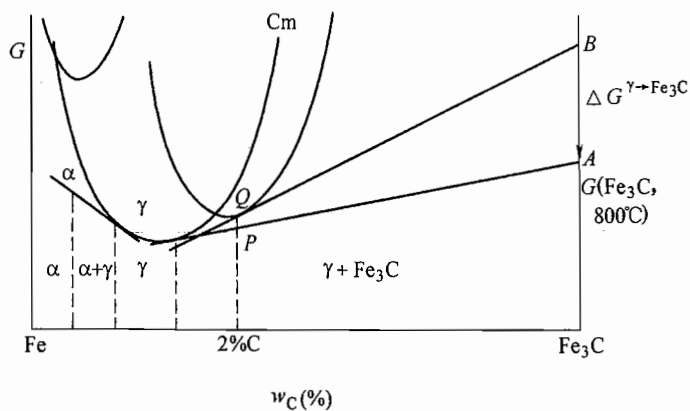

图 4-10 第十三题第 3 小题解答图
① 将有不平衡共晶组织出现, 可能发生共晶反应产生 Ld 。
② 得到的 P 其片层间距将更为细小。
③ 析出 Fe_3C_{II} 的量将减少, 甚至完全抑制了 Fe_3C_{II} 的析出。
3. 见图 4-10。 α 、 γ 和 $\gamma + Fe_3C$ 曲线两两相切。当含 C 为 2% 时, 由直线定则, P 点为 $\gamma + Fe_3C$ 两相的自由能, Q 点为 γ 母相的自由能。对于该合金, 肯定析出 Fe_3C 而不会是析出 α 。